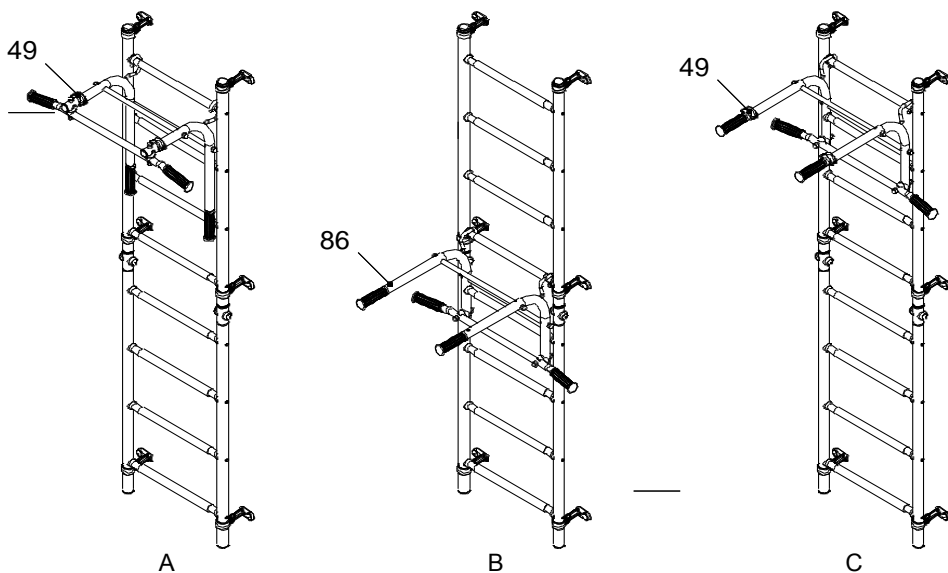

Рис.2
- Для варианта использования изделия в положении турник (рис.2, А) в отверстия на укосах установить или заглушки поз.86, или катушки - клипсы поз.49 для навешивания оборудования типа Мешок для бокса, Канат.
- Для варианта использования изделия в положении брусья (рис.2, В) в отверстия на укосах установить заглушки поз.86.
- Для варианта использования изделия в положении брусья (рис.2, С) для установки навесного оборудования типа Канат, Кольца гимнастические использовать катушки - клипсы поз.49.